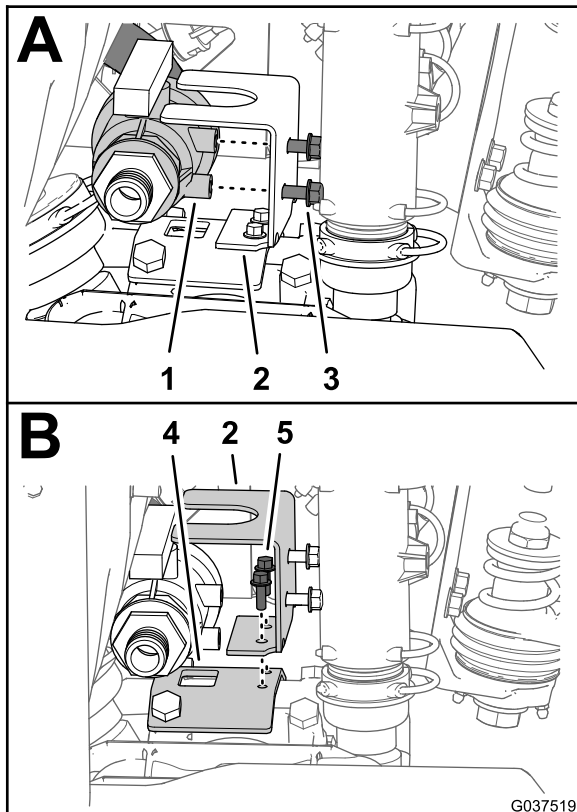

Figura 34
1. Na parte superior da bomba de pulverização, retire os dois parafusos de cabeça flangeada (5/16 x 3/4 pol.) que prendem a válvula de aceleração da agitação ao suporte da válvula do acelerador (Figura 34).
2. Retire os dois parafusos de cabeça flangeada (1/4 x 3/4 pol.) que prendem o suporte da válvula de aceleração ao suporte da bomba do pulverizador e retire o suporte da máquina (Figura 34).